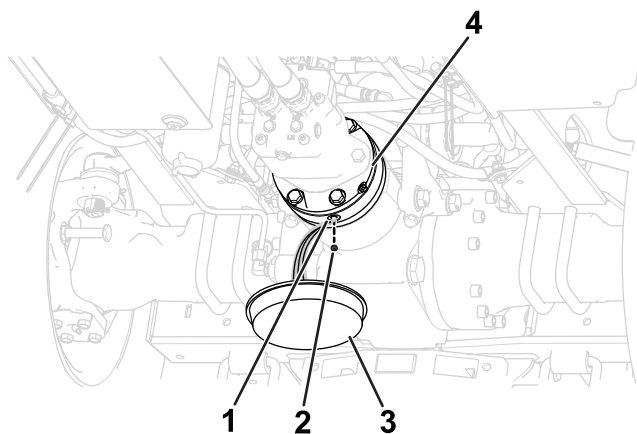

Figura 103
1. Coloque um recipiente de escoamento debaixo do travão hidráulico (Figura 103).
2. Retire o tampão de drenagem da porta de drenagem (Figura 103).
4. Instale o tampão de drenagem na porta de drenagem (Figura 103).